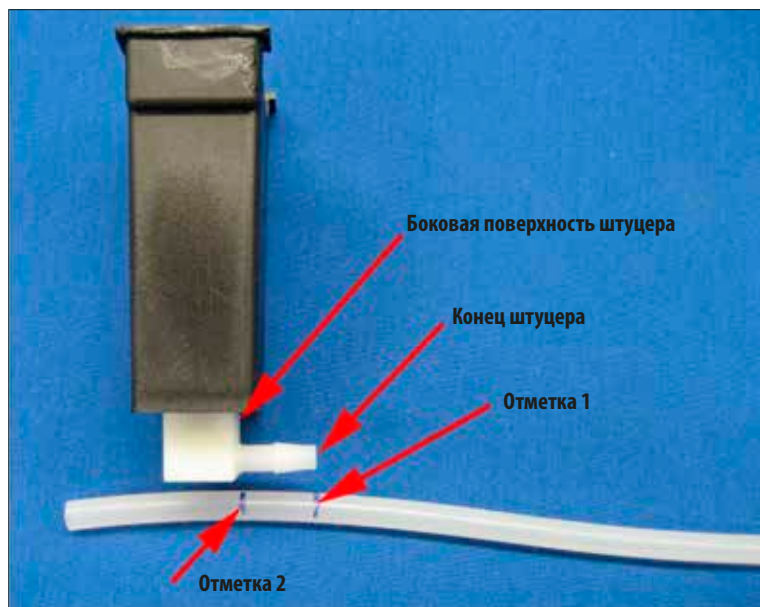

Рис. 25
- Выровняйте шланг по отметке 1 на конце штуцера и нанесите на шланг вторую отметку ("Отметка 2"), которая будет обозначать боковую поверхность штуцера (рис. 25).